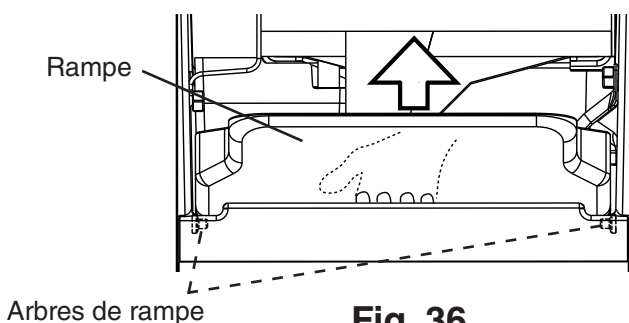

Fig. 36
2. Retirez la rampe du bac de stockage en la pliant soigneusement au centre et en la libérant des 2 arbres de rampe. Voir Fig. 36.